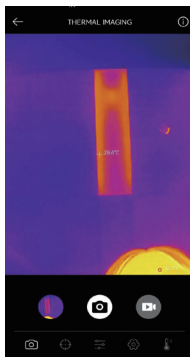

図 3.2.1
4. 保存された画像 / 動画を確認する場合、左下隅のサムネイルをタップします（図 3.2.1 を参照）。